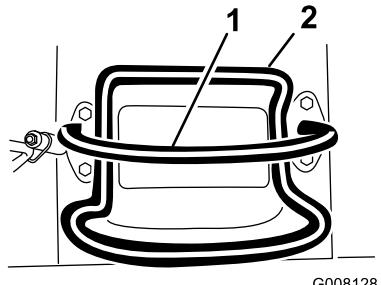
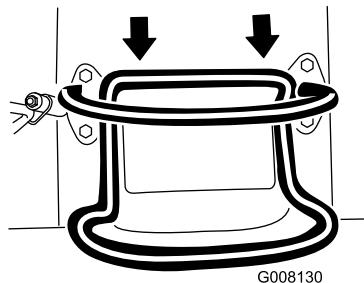

Figure 7
Figure 9
- Pour vous déplacer en marche arrière, tirez la commande de déplacement en arrière (Figure 9). **Regardez derrière vous lorsque vous faites marche arrière et gardez toujours les mains sur la barre de référence (Figure 7).**
- Pour arrêter la machine, relâchez la commande de déplacement (Figure 7).